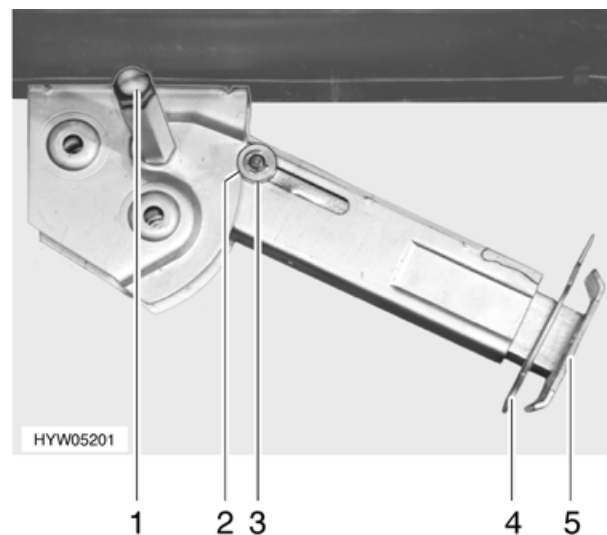

Bild 17 Hubstütze
- Am Sechskant (Bild 17,1) den Steckschlüssel aufstecken und drehen, bis die Hubstütze senkrecht nach unten steht.
- Splint (Bild 17,4) aus der Stützfußverlängerung (Bild 17,5) herausziehen.
- Am Sechskant (Bild 17,1) den Steckschlüssel aufstecken und drehen, bis die Hubstütze wieder vom Boden frei ist.
- Stützfußverlängerung (Bild 17,5) ganz einschieben und Splint (Bild 17,4) in vorgesehene Bohrung an der Stützfußverlängerung stecken.
- Mit Steckschlüssel am Sechskant (Bild 17,1) drehen, bis Hubstütze nach oben geschwenkt und die Führungsscheibe (Bild 17,3) vollständig in die Kerbe (Bild 17,2) eingefahren ist.
- ▷ Darauf achten, dass alle Hubstützen vollständig eingeklappt sind, dass alle Stützfußverlängerungen ganz eingeschoben und mit Splint (Bild 17,4) gesichert sind und dass bei allen Hubstützen die Führungsscheibe (Bild 17,3) in die Kerbe (Bild 17,2) eingefahren ist.